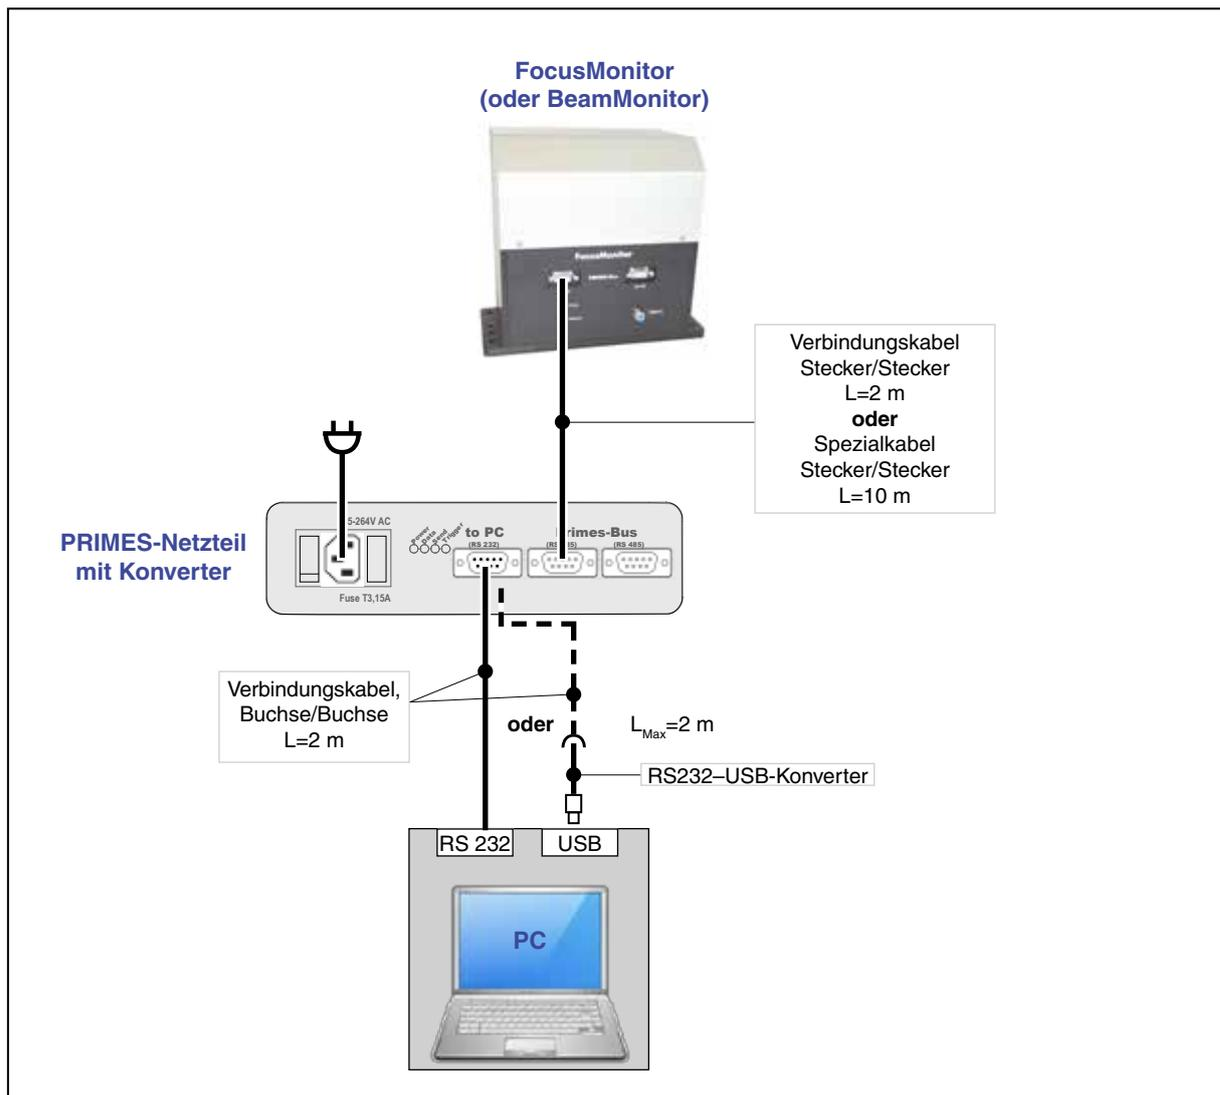

Abb. 6.5: Anschluss mit Standardkabel 2 m oder Spezialkabel 10 m
- Die Kabellänge vom Netzteil zum Messgerät darf standardmäßig maximal 2 m betragen. Bei größeren Entfernungen bis max. 10 m verwenden Sie bitte das PRIMES-Spezialkabel mit größeren Aderquerschnitten (siehe Abb. 6.5 auf Seite 25).